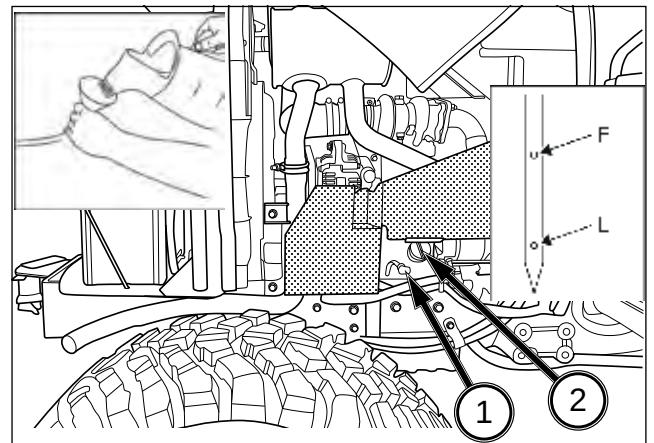

FIG. 83
FIG. 83 : Pour vérifier le niveau d'huile moteur - Garez le tracteur sur un terrain plat. Assurez-vous d'avoir laissé suffisamment refroidir le moteur avant de le vérifier. Sortez la jauge (1) et vérifiez que le niveau d'huile se situe entre les repères supérieur F et inférieur L de la jauge. Essuyez la jauge, replacez-la momentanément dans le moteur et vérifiez à nouveau le niveau d'huile.